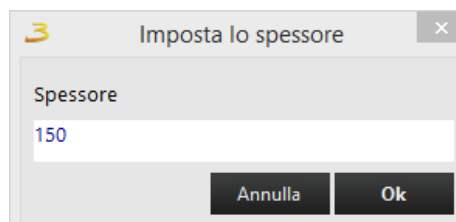

Figura 5.4: Impostazione spessore della parete.
- 3 trascinando i pulsanti di modifica spessore (frecche arancioni) si può cambiare lo spessore del muro, oppure selezionandoli e premendo spazio (oppure invio), figura 5.4.